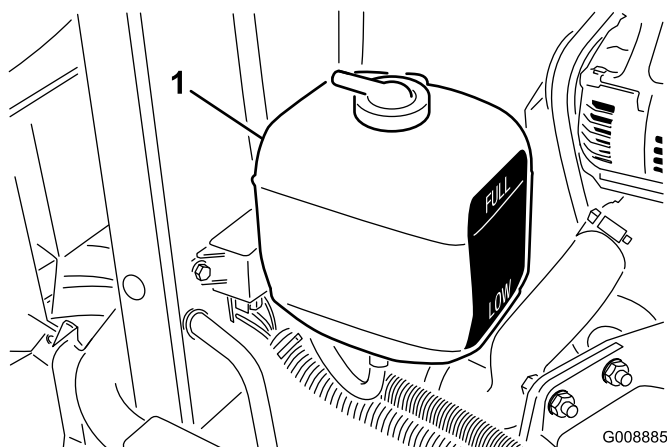

Рисунок 39
1. Проверьте уровень охлаждающей жидкости в расширительном бачке (Рисунок 39).